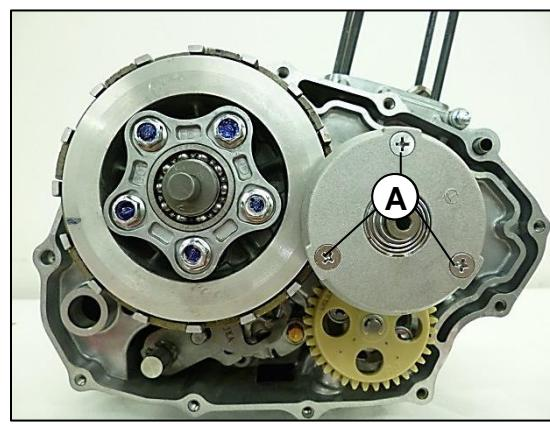

Fig. 03
Retire los tornillos de fijación del filtro centrífugo (A). **Fig. 03**